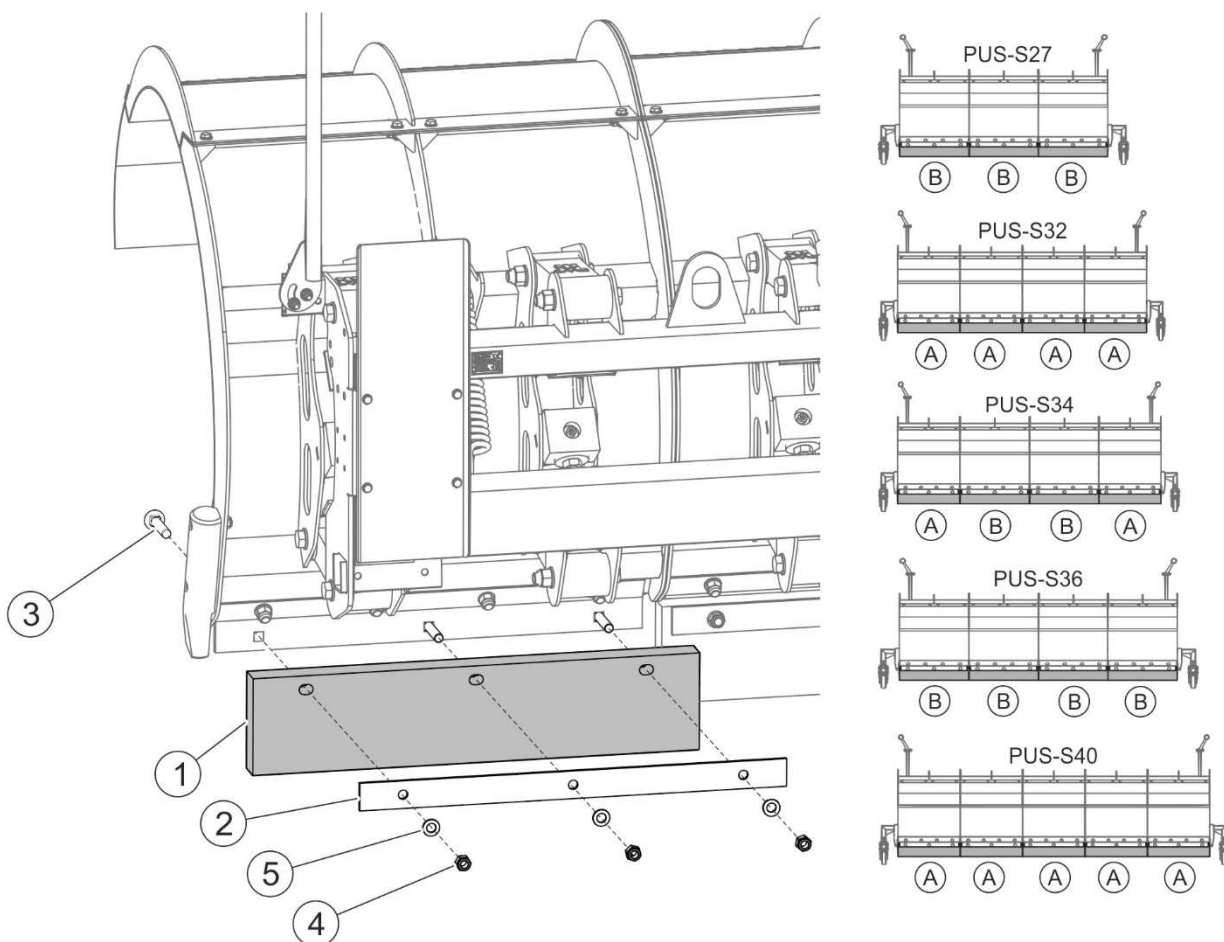

РИСУНОК 5.1 Замена резиновых кромок отвала.
(1) - резиновая кромка отвала; (2) - прижимная планка; (3) - болт; (4) - гайка; (5) - упругая шайба; (A) - короткий сегмент; (B) - длинный сегмент.
Для того, чтобы РИСУНОК 5.1 демонтировать резиновую кромку отвала, нужно отвинтить гайки (4) соответствующего сегмента, вынуть болты (3) и снять прижимную планку (2). Установить соответствующий сегмент кромки (А) или (В) в зависимости от модели плуга (ТАБЛИЦА 5.1). Монтаж производится в обратной очередности.